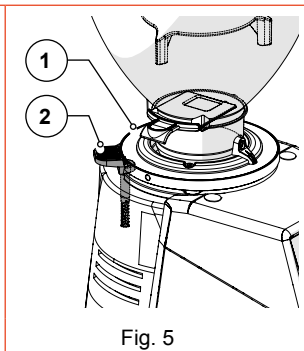

Fig. 5
• Blokkeerhendel ring (Fig. 5)